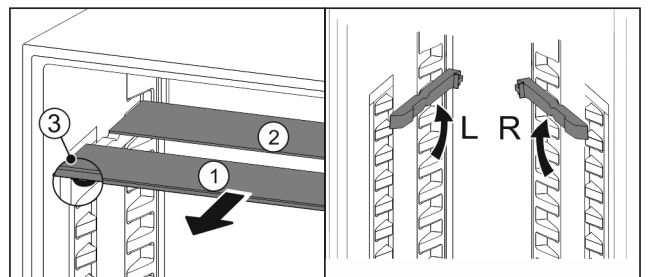

Fig. 85
- ▶ Retire las planchas de cristal individualmente hacia delante *Fig. 85 (1)*.
- ▷ La placa de vidrio *Fig. 85 (1)* con moldura está situada delante.
- ▷ Los topes *Fig. 85 (3)* miran hacia abajo.